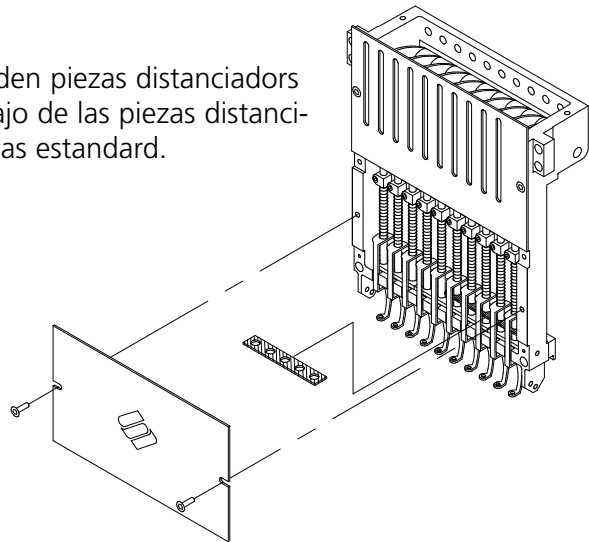

Figura 3-5
3. Con un pequeño destornillador plano empujen hacia arriba la pieza distanciadora estandar hacia el conjunto del prensatelas (vean la Figura 3-5).